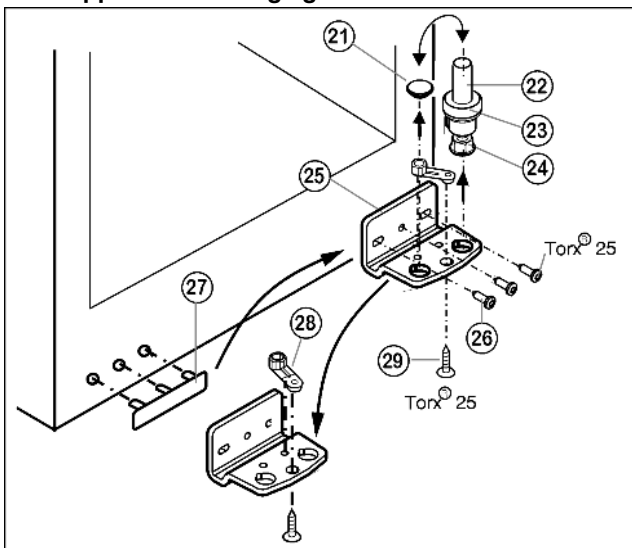

Fig. 5
- Retirer le pivot Fig. 5 (22) complètement avec le disque Fig. 5 (23) et le pied réglable Fig. 5 (24) par le haut.
- Enlever le bouchon Fig. 5 (21).
- Dévisser Fig. 5 (25) le support d'appui Fig. 5 (26).
- Dévisser l'élément pivotant Fig. 5 (28) et le permuter dans le trou opposé du support d'appui.
- Soulever le cache côté poignée Fig. 5 (27) avec précaution et le positionner sur le côté opposé.
- Revisser à fond le support d'appui Fig. 5 (25) sur le nouveau côté charnière en utilisant une visseuse sans fil si nécessaire, avec un couple de serrage de **4 Nm**.
- Réinsérer le bouchon Fig. 5 (21) dans l'autre trou.
- Replacer complètement le pivot Fig. 5 (22) avec le disque et le pied réglable. Faire attention à ce que les ergots d'encliquetage soient tournés vers l'arrière.